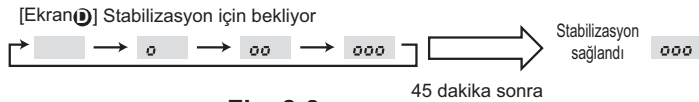

Fig. 8-3
- ③ Ayarı onaylamak için **FILTER** (**↔**) düğmesine basın. (Fig. 8-3)
- ④ İlk test çalışması klimanın çalışması düzene girdiğinde tamamlanır.
- ④ Soğutucu sızıntı tespiti (ilk test) çalışmasını iptal etmek için 3 saniye ya da daha uzun süre **TEST** düğmesine veya **ON/OFF** düğmesine basın.